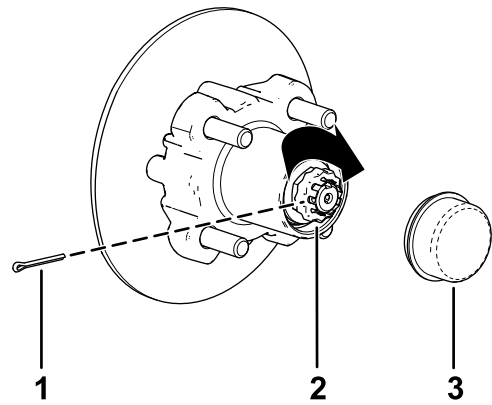

Figure 43
8. Placez l'arrêt d'écrou sur l'écrou et vérifiez que la fente dans l'arrêt et le trou dans la fusée sont alignés afin de pouvoir insérer la goupille fendue (Figure 43).
9. Insérez la goupille fendue et repliez chacune de ses pattes autour de l'arrêt d'écrou (Figure 43).
10. Reposez le couvercle-moyeu sur le moyeu (Figure 43).